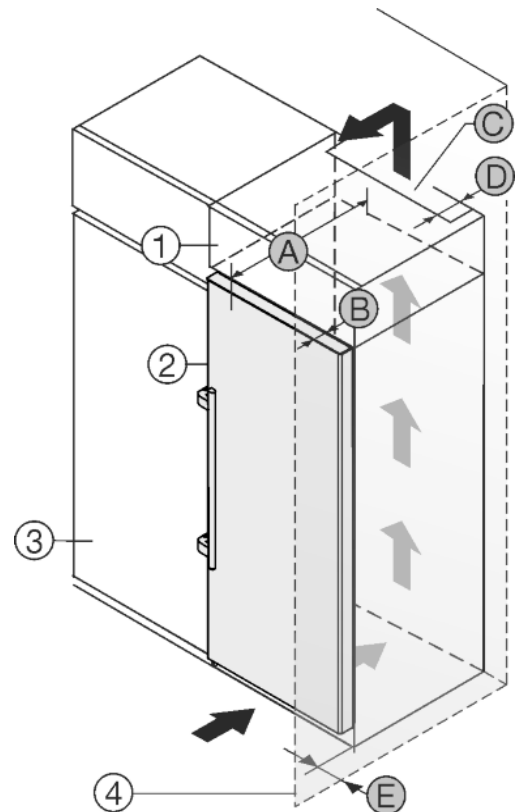

Fig. 23
Das Gerät kann mit Küchenschränken umbaut werden. Um das Gerät *Fig. 23 (2)* der Küchenzeilenhöhe anzugleichen, kann über dem Gerät ein Aufsatzschrank *Fig. 23 (1)* angebracht werden.
Das Gerät kann direkt neben dem Küchenschrank *Fig. 23 (3)* aufgestellt werden. Um die Türe vollständig öffnen zu können, muss das Gerät um die Tiefe *Fig. 23 (B)* gegenüber der Küchenschrankfront vorstehen. Abhängig von der Tiefe der Küchenschranke und Verwendung von Wandabstandshaltern kann das Gerät weiter herausragen.
- An der Rückseite des Aufsatzschrankes muss ein Abluftschacht mit der Tiefe *Fig. 23 (D)* über die gesamte Aufsatzschrankbreite vorhanden sein.
- Unter der Raumdecke muss der Entlüftungsquerschnitt *Fig. 23 (C)* eingehalten werden.
Wenn das Gerät mit den Scharnieren neben einer Wand *Fig. 23 (4)* aufgestellt wird, muss der Abstand *Fig. 23 (E)* zwischen Gerät und Wand eingehalten werden. Dies entspricht dem Griffüberstand bei geöffneter Tür.